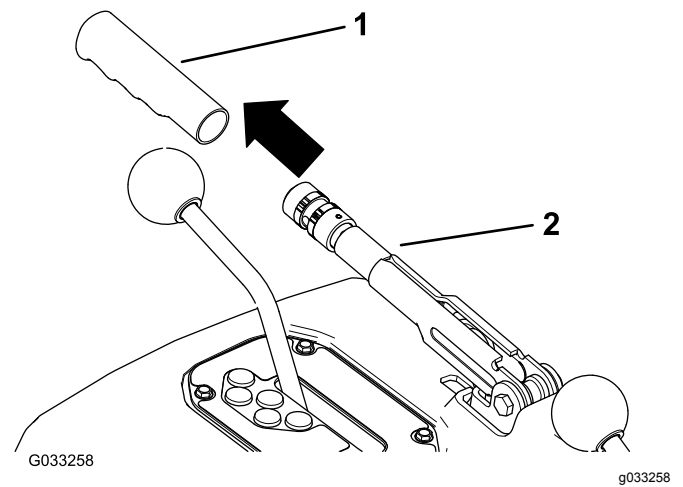

Figura 74
1. Retire a pega de borracha da alavanca do travão de estacionamento (Figura 74).
5. Coloque a pega de borracha na alavanca do travão de estacionamento (Figura 74).